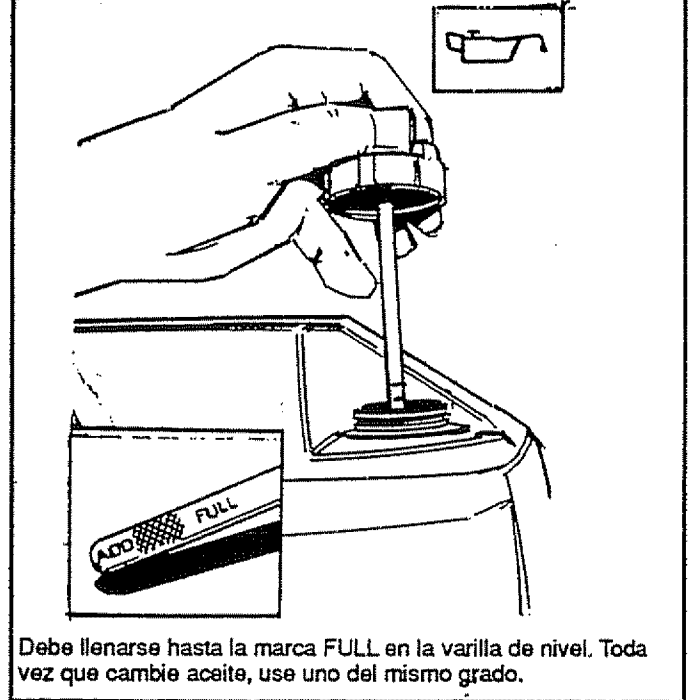

FIG. 10
- Limpie el área que rodea el llenador de aceite, y saque la varilla de nivel de aceite (Fig. 10).